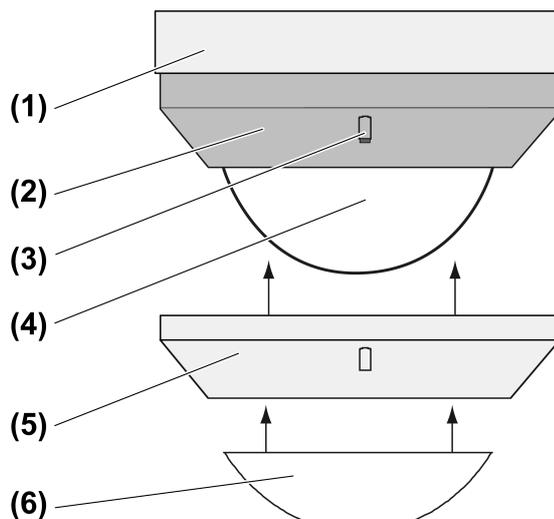

рисунок 1
За окошком датчика (4) находятся красный и синий светодиоды (рисунок 1) для сигнализации о различных режимах работы.